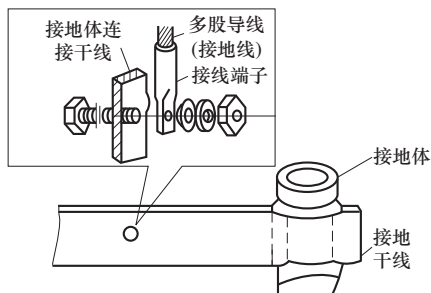

图 11-18 接地干线与接地体之间的连接方法
(8) 采用多股电线作接地线时，连接应采用接线端子，如图 11-18 所示，不可把线头直接弯曲压接在螺钉上，在有振动的地方，要加弹簧垫圈。
(9) 接地干线与电缆或其他电线交叉时，其间距应不小于 25mm；与管道交叉时，